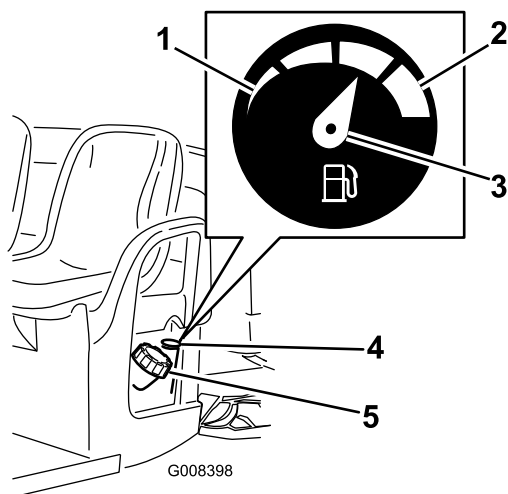

図 21
2. 燃料タンクのキャップ  図 21 の周囲をきれいに拭く。